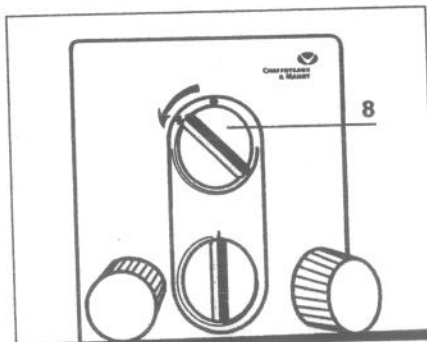

Fig.5 - BAYARD STAR 5 TS f 1F
- Allumer la veilleuse en tournant le bouton "8" dans le sens de la flèche ; le déclic de l'allumeur piézo (face au repère « ⚡ ») provoque l'allumage de la veilleuse (fig. 5).